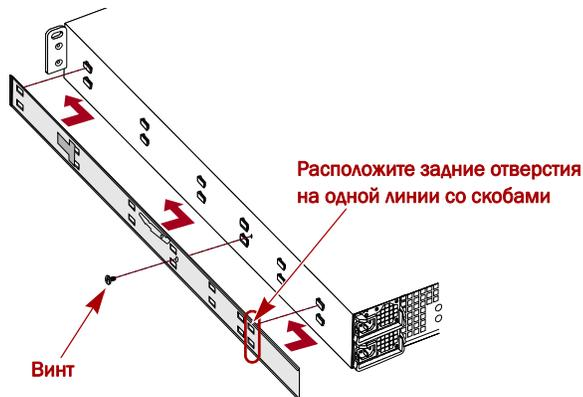

Рисунок 4. Прикрепление внутренней части направляющей к модулю E2000
3. Присоедините правую внутреннюю часть (Рис. 4):